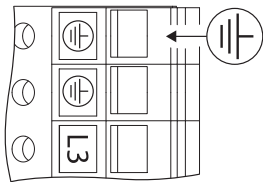

Fig. 27: Dodatkowe uziemienie
- Ze względu na większy prąd upływowy w przypadku silników o mocy od 11 kW, zgodnie z normą EN 61800-5-1:2008-04 wymagane jest dodatkowe wzmocnione uziemienie (Fig. 27).